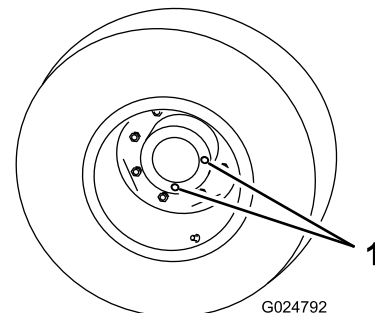

Figura 73
1. Con la máquina en una superficie nivelada, coloque una rueda de manera que uno de los tapones de verificación/drenaje esté en la posición más baja (posición de las 6) (Figura 73).